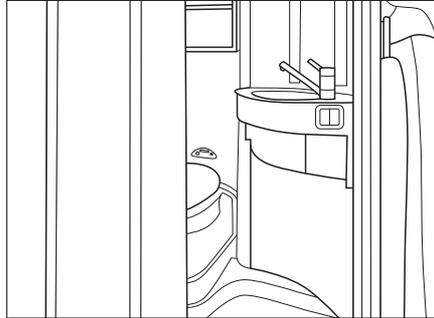
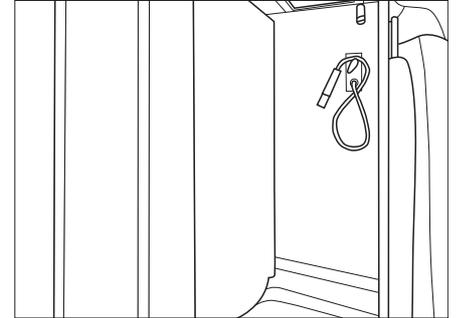

Bild 54 Toilette mit Waschbecken
Bild 55 Dusche (Abb. ähnlich)
Die Nasszelle unterteilt sich in zwei verschiedene Bereiche Bild 54 zeigt die Toilette mit dem Waschbecken, Bild 55 zeigt die Dusche in der Nasszelle.
- Schwenkwand rechter Anschlag für die Benutzung Toilette und Waschbecken, siehe Bild 54
- Schwenkwand linker Anschlag für die Benutzung der Dusche, siehe Bild 55
- ▶ Für den Fahrbetrieb sicherstellen, dass die Schwenkwand in rechter Position (Bild 54) am Magnethalter fest und sicher fixiert (hörbar eingearastet) und die Schiebetür der Nasszelle geöffnet und mittels der mitgelieferten Lasche gesichert ist.